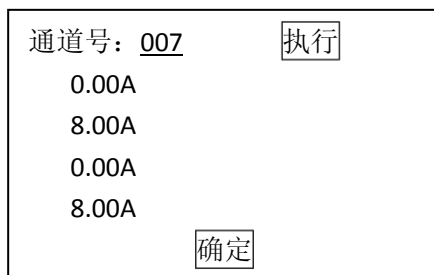

图 7-2
- 6) 选择**【基本设定】**输入通道号: **007**, 按“执行”(驻车制动马达回位, 当电流为 0A 时, 仪表板的手制动指示灯闪烁, 多功能显示器显示自动驻车功能失效, 此时可更换后刹车片。注意: 点火开关仍然在 ON 位置, 诊断仪器保持连接)。如图 7-2 所示;